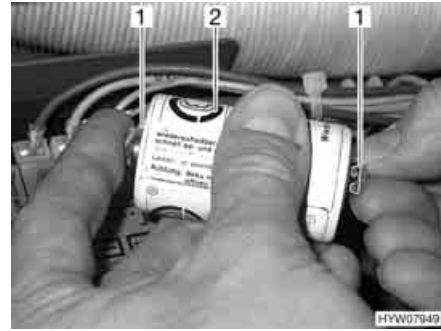

Fig. 85 Ponticello della chiusura centralizzata per blocco cucina
- Appoggiare le estremità dei cavi (Fig. 85,1) a una normale pila da 1,5 volt (Fig. 85,2) rispettando la polarità. L'apparecchio di controllo viene collegato a ponticello. La chiusura centralizzata si apre.